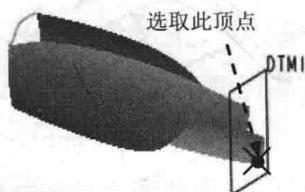

图 1.20 基准平面 1
(4) 创建图 1.20 所示的 DTM1 基准平面。单击  功能选项卡  区域中的  按钮，在弹出的菜单中选择  命令，此时系统弹出“基准平面”对话框。选取 TOP 基准平面为参考平面，将其约束类型设置为 ，按住 Ctrl 键，选取图 1.20 所示的顶点，将其约束类型设置为 ，单击对话框中的  按钮。